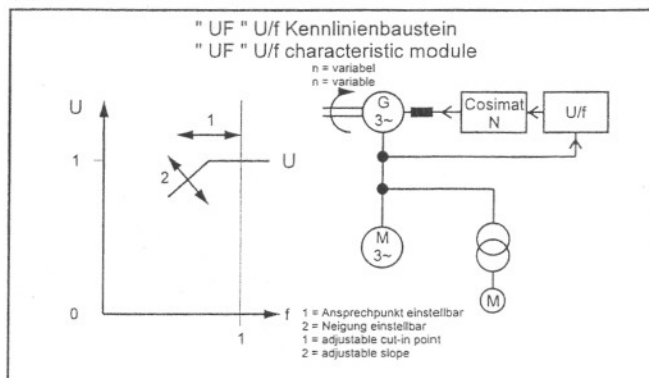

Рис.18 – Дополнительный блок UF
**(Рис.18 Дополнительный блок UF)**